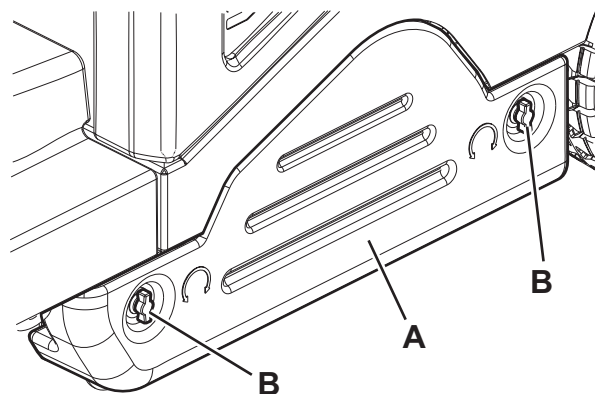

Рис. 10
3. Поверните ключ зажигания (51) в положение «0» и выньте его.
4. Снимите левую дверь (А, Рис. 10), открутив крепежные элементы (В).
12. Установите левую дверь (А, Рис. 10) обратно и прикрутите крепежные элементы (В).